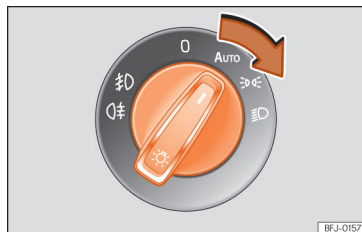

Fig. 67 Painel de instrumentos: comando das luzes.
- Ligue a ignição e rode o comando das luzes para a posição desejada »» **Fig. 67.**